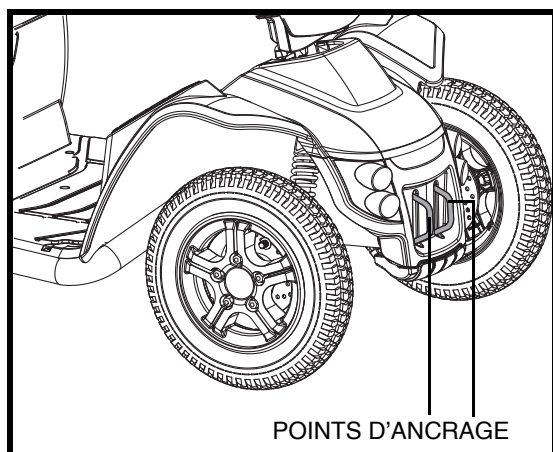

Figure 10. Points d'ancrage avant
Le scooter doit toujours être ancrés face à l'avant du véhicule. Fixez les quatre (4) courroies aux points d'ancrage désignés sur le scooter. **Voir les figures 10 et 10A.** Serrez bien les courroies pour retirer le jeu excessif. N'attachez jamais le scooter par ses composants réglables ou mobiles tels que les accoudoirs, capots ou roues. Ces articles devraient être enlevés. Positionnez les points d'ancrage arrière des courroies directement derrière le scooter. Les points d'ancrage avant sont disposés plus loin de chaque côté du scooter afin d'augmenter la stabilité latérale.